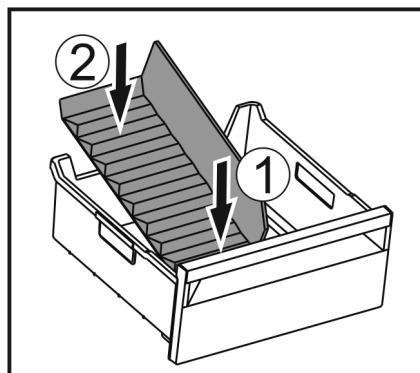

Fig. 174
- ▶ Vstavite sprednji del pregrade predala za led. Fig. 174 (1)
- Zadnji del pregrade predala za led spustite do dna predala. Fig. 174 (2)